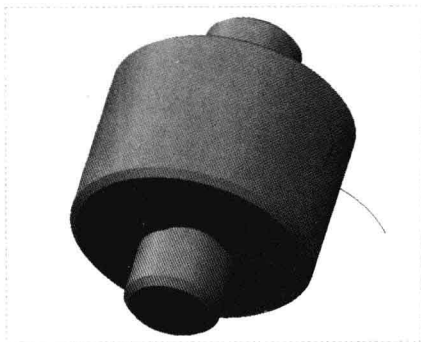

图 14-33 镜像曲线
Step 07 单击“应用并保存在工具中所做的所有更改，然后关闭工具操控板”按钮 , 完成曲线的镜像，如图 14-33 所示，在模型树中选择“镜像 1”选项。